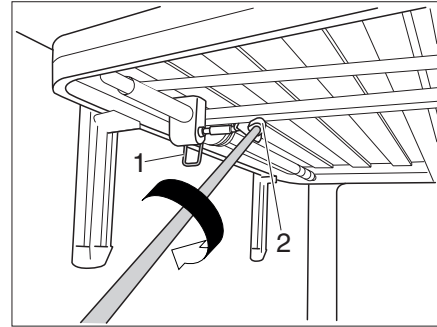

Fig. 151 Réglage en hauteur
- Libérer le levier de sécurité (Fig. 151,1). Le lit peut maintenant être réglé.
- Pousser la manivelle dans le logement carré magnétique (Fig. 151,2). La hauteur du lit peut maintenant être modifiée.
- Tirer la manivelle du logement carré (Fig. 151,2) et la conserver dans le support.